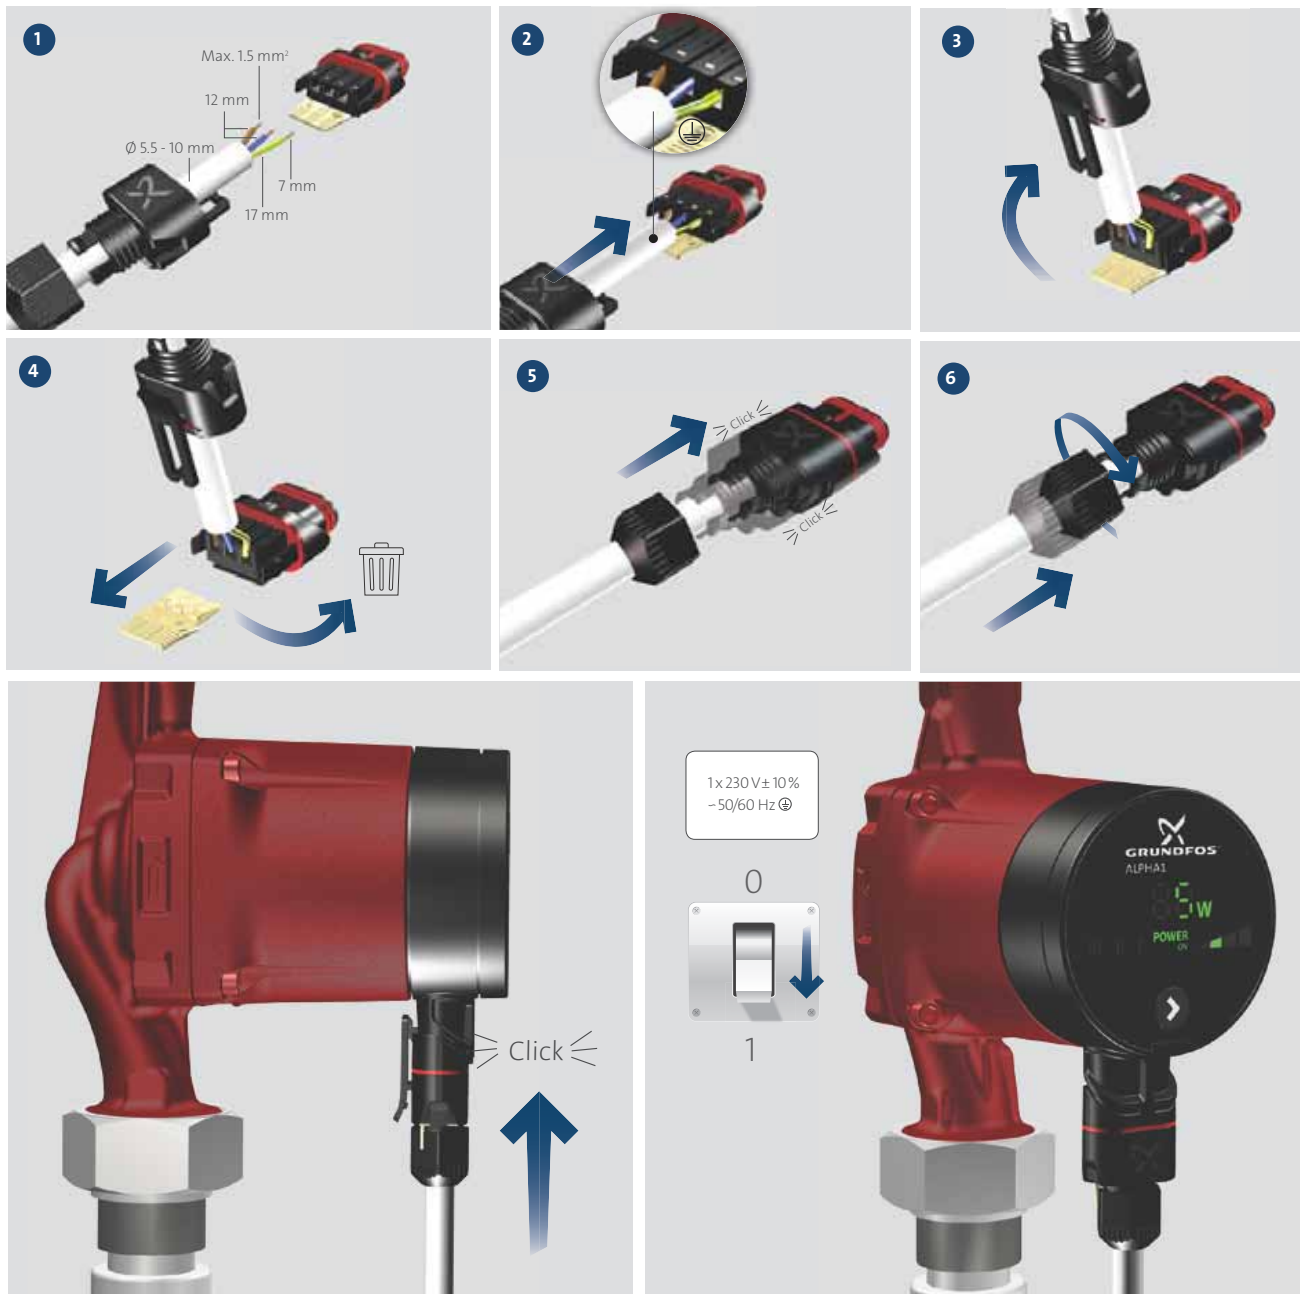

Fig. 7 Conexiunea electrică
- Conectați pompa la rețeaua de alimentare cu ștecherul furnizat cu pompa, așa cum este prezentat în fig 7.